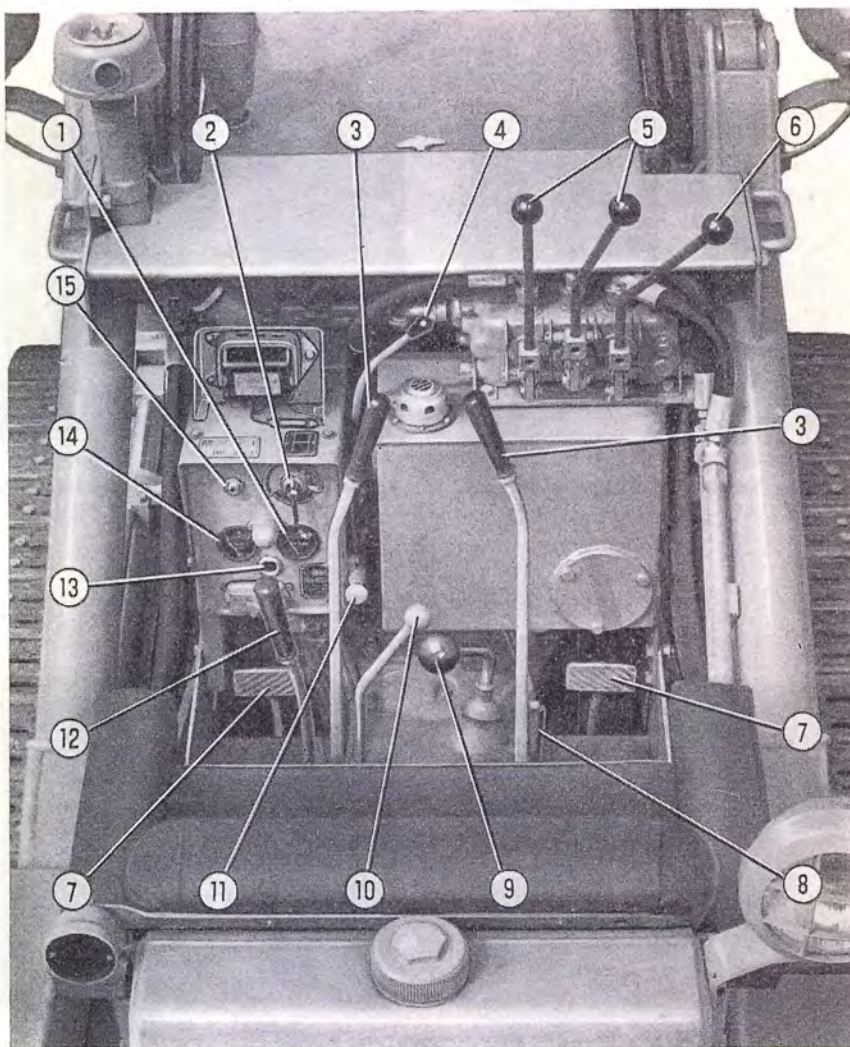

Fig. 5. - Instruments de bord et commandes.
**Les instruments de contrôle et les commandes de tracteur, sont décrits suivant l'ordre numérique indiqué sur la figure 5.**